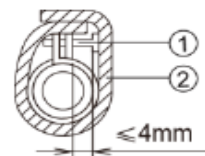

Рис. 4.3.3
- (3) Обернуть хомут и шланг изолирующим материалом – см. рис. 4.3.3.
- ① металлический хомут (аксессуар) ,
② термоизолирующая муфта (аксессуар)
- (4) При объединении нескольких дренажных линий в одну необходимо руководствоваться рисунком 4.3.4.